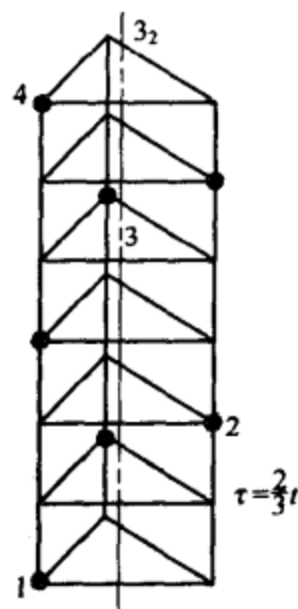

图 1
11. 对称是晶体的基本性质之一, 图 1 表示晶体的哪种对称关系? 并说明其含义。 (4 分)